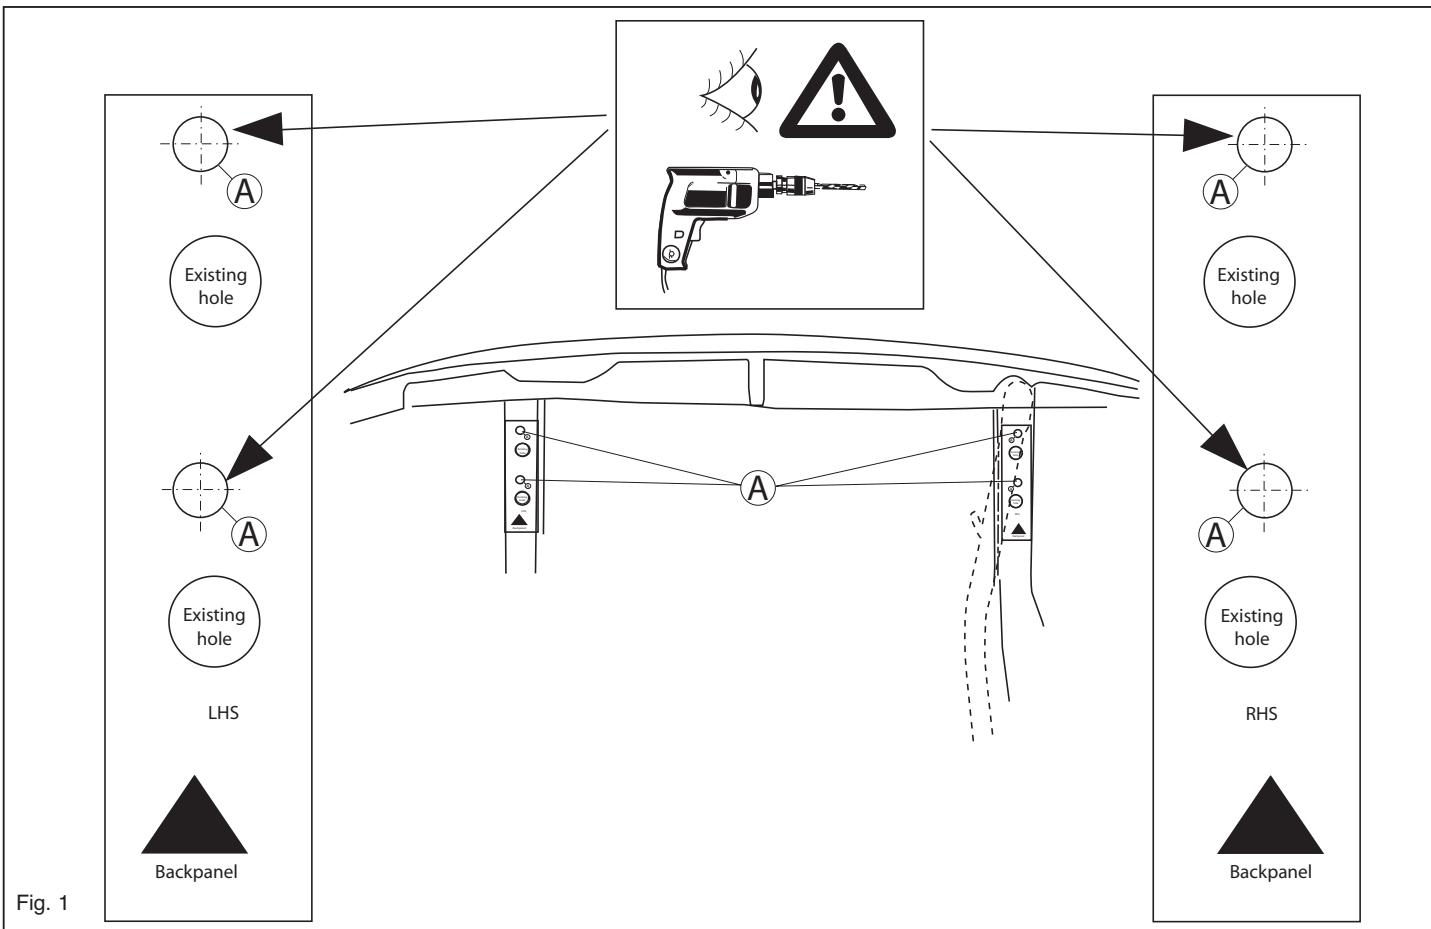

Fig. 1
2. Posizionare le sagome sotto il telaio. Vedere fig. 1.
2. Umieścić szablonu od spodu podwozia. Patrz rysunek 1.